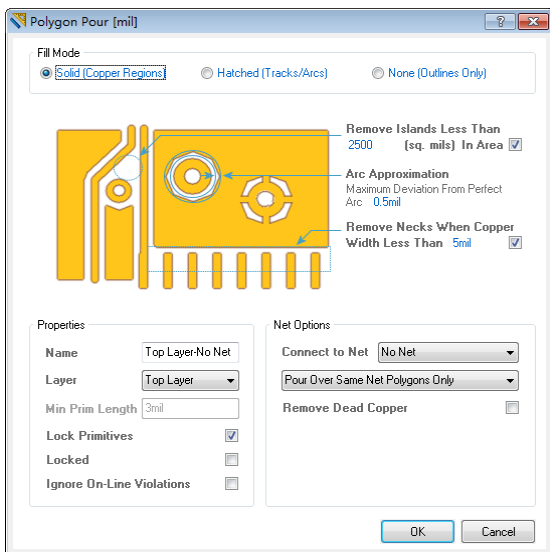

图 15-22 覆铜对话框之 Solid 填充模式
1) Solid [Copper Regions]：实心填充模式，即覆铜区域内全部填满覆铜。选择该选项后，还需要接着设置以下几个覆铜尺寸参数，如图 15-22 所示。
① Remove Islands Less Than：有些覆铜四周被其他网络分隔开来，形成孤岛。此处设置孤岛被自动移除时的面积阈值，小于该阈值面积的覆铜将被移除。
② Arc Approximation：指定圆弧偏离理想圆弧的最大值。
③ Remove Necks When Copper Width Less Than：指定一个宽度值，当覆铜宽度小于该值时会